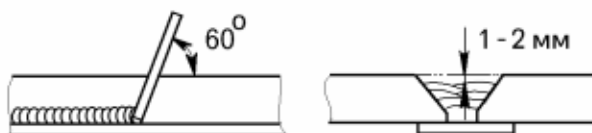

Рисунок 13.19
– предпоследний слой наплавлять до уровня на 1 – 2 мм ниже поверхности основного металла (рисунок 13.19).